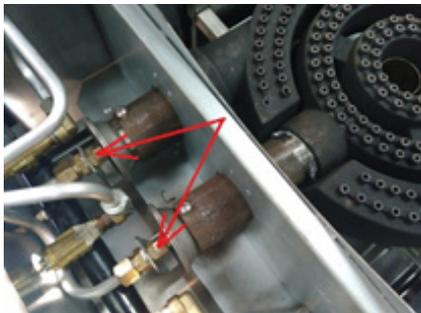

Fig. 6
2. Atornille el orificio de gas natural hacia la izquierda, luego atornille el orificio de gas licuado de petróleo hacia la derecha (Fig. 6).